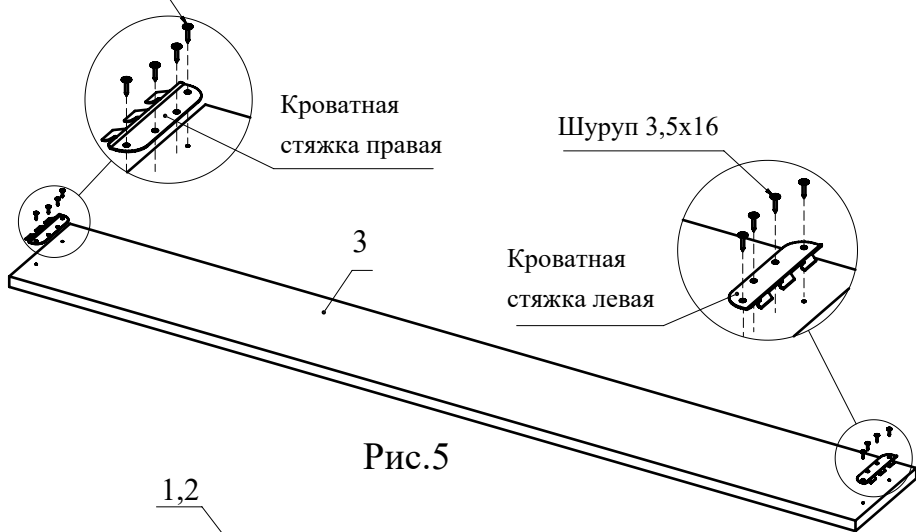

Рис.5
6. С помощью шурупов 3,5x16 прикрутите кроватные стяжки левые и кроватные стяжки правые к деталям 3 (Рис. 5).